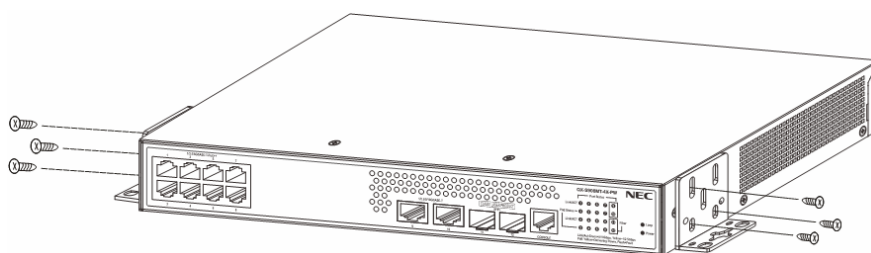

図 7-1 装置前面側で固定
- 1) 取付金具を、図 7-1に示すように取付金具の壁面取り付け面と装置底面が並行になるようにし、取付金具 1 個に対してネジ 3 本を使って装置本体に必ず 2 か所で固定してください。